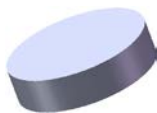
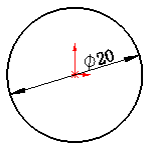

图 8.3 凸台—拉伸 1
图 8.4 横断面草图
Step2. 创建图 8.3 所示的零件基础特征——凸台—拉伸 1。
(1) 选择命令。选择下拉菜单 **插入(I)** → **凸台/基体(B)** → **拉伸(E)...** 命令（或单击“特征(F)”工具栏中的  按钮）。
(2) 定义特征的横断面草图。
① 定义草图平面。选取前视基准面作为草图平面。
② 定义横断面草图。在草图环境中绘制图 8.4 所示的横断面草图。
③ 选择下拉菜单 **插入(I)** → **退出草图** 命令，退出草图环境，此时系统弹出“凸台—拉伸”对话框。
(3) 定义拉伸深度属性。
① 定义深度方向。采用系统默认的深度方向。
② 定义深度类型和深度值。在“凸台—拉伸”对话框的 **方向1** 区域的  下拉列表中选择 **给定深度** 选项，在  文本框中输入深度值 5.0。